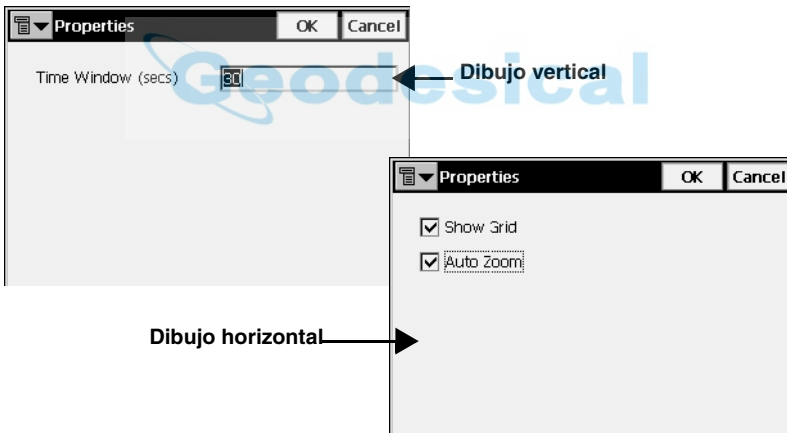

Figura 5-7. Propiedades (Dibujo)
-  : abre la pantalla *Propiedades* para modificar las características gráficas del dibujo (Figura 5-7).